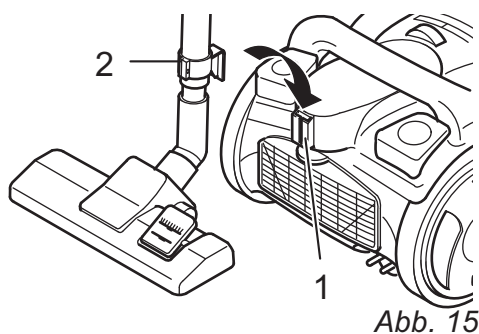

Abb. 15
■ Zum **Aufbewahren** oder bei Arbeitspausen können Sie die Parkhalterung (Abb. 15/1) verwenden, um den Parkhaken (Abb. 15/2) an der Bodendüse einzuhaken (Abb. 15).